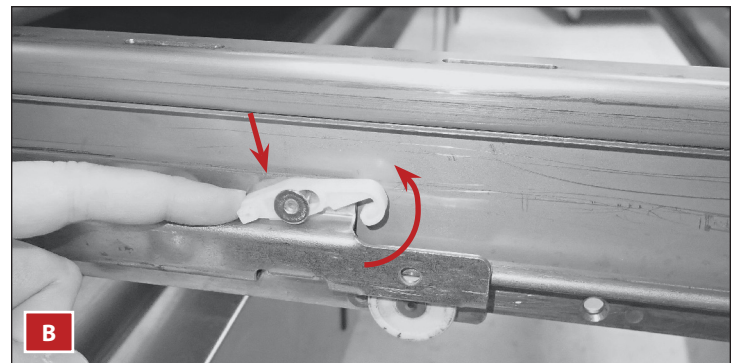

Figure 2b. Appuyez vers le bas sur l'arrière du taquet de retenue.
1. Pendant que le taquet de retenue de tiroir en plastique est relevé, alignez le tiroir avec la glissière et poussez le tiroir pour le mettre en position. Voir figures 2b et 3.